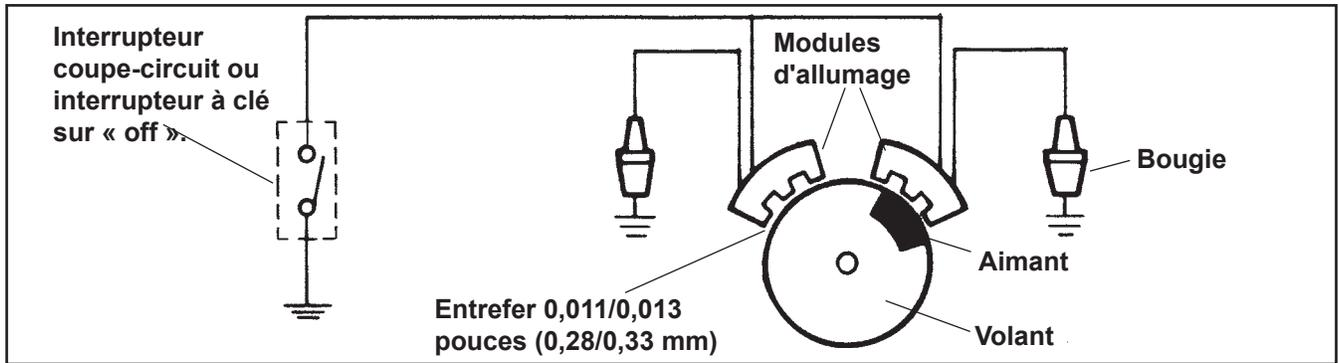

Figure 8-4. Système d'allumage à décharge capacitive (distribution fixe).
- Deux modules d'allumage électroniques à décharge capacitive montés sur le carter moteur (Figure 8-4).